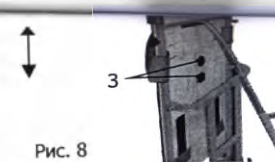

Рис. 8
4) Регулировка абдуктора по высоте (рис.8)